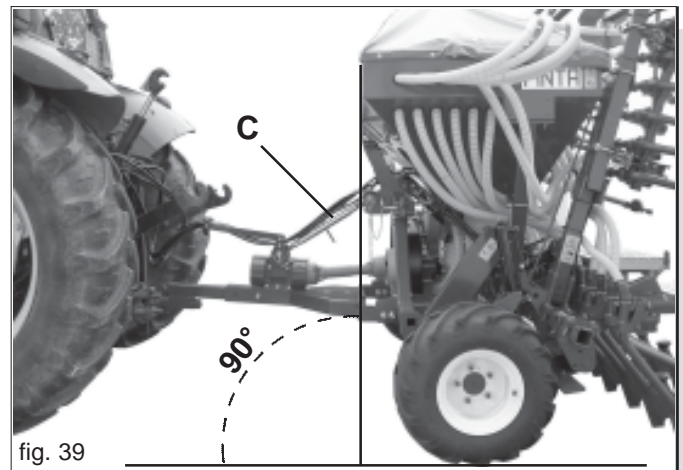

fig. 39
- 1) Applicare l'attrezzatura al gancio di traino della trattrice. Assicurare il perno di aggancio con l'apposita spina di sicurezza; mediante il tirante di regolazione (C Fig. 39) fare in modo che la seminatrice sia perpendicolare al terreno (Fig. 39).